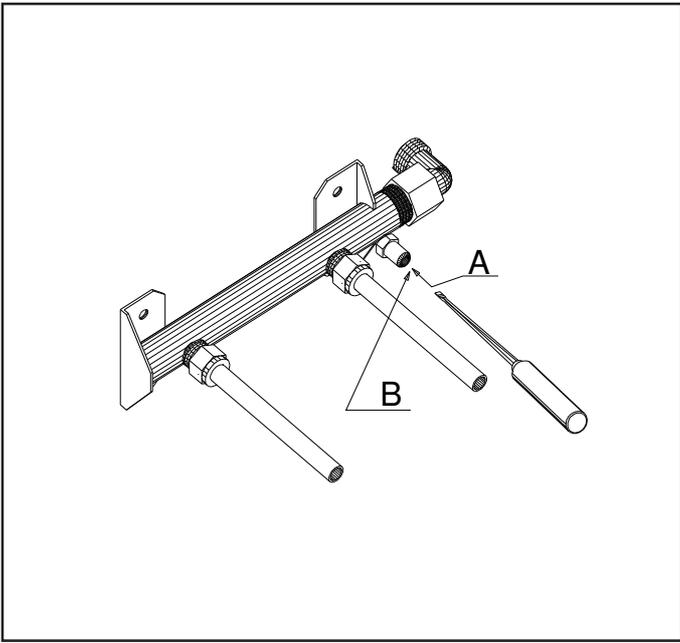

ABB. 1
3.1 KONTROLLE DES VERSORGUNGSDRUCKS (Abb.1)
4.1. 1 HAUPTBRENNER (Abb. 1)